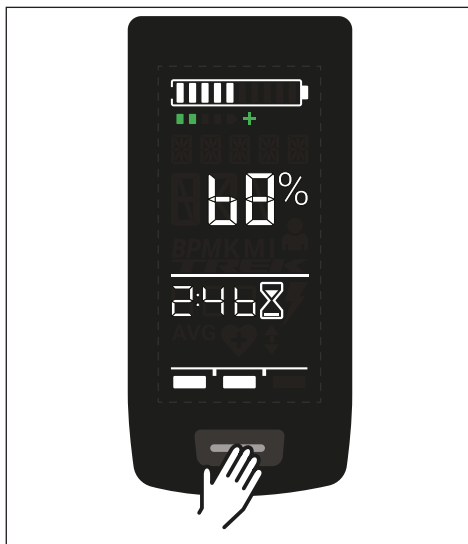

Fig. 3: Knop op Display
- ▶ Schakel de aandrijfeenheid in door **kort** op de knop (zie Fig. 3) op de Display te drukken.
- ▶ Schakel de aandrijfeenheid uit door **lang** op de knop (zie Fig. 3) op de Display te drukken.